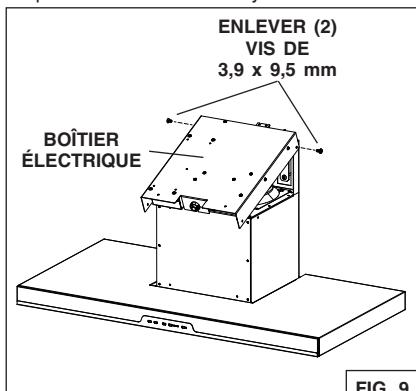

FIG. 9
1. Enlevez le boîtier électrique du cadre de la cheminée en retirant (2) vis de 3,9 x 9,5 mm. Fig. 9.
2. Fixez le boîtier électrique au cadre à l'aide des (2) vis de 3,9 x 9,5 mm enlevées à l'étape 1 et de (2) vis 3,9 x 9,5 mm et (2) rondelles de blocage du sachet de quincaillerie.